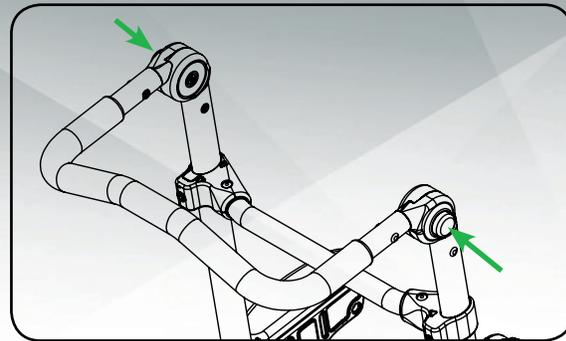

Figure 5
1. Appuyez et tenez les boutons à l'extérieur de chaque encliquetage de réglage, consultez figure 5.